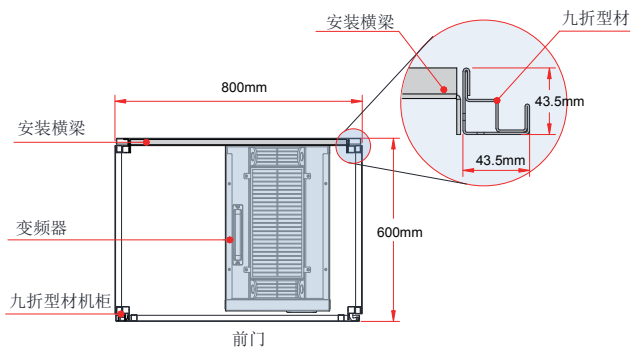

图 3-15 MD480T220P-L ~ MD480T500P-L 机柜俯视图
1	在九折型材机内安装好变频器固定用的安装横梁（如图 3-15）。
- 1、建议机柜柜体采用九折型材机柜（PS 机柜），九折型材截面如放大图如图 3-15 所示；